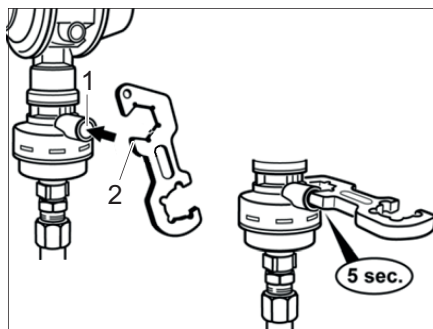

Bild 86 Crashsensor
- Mit der Schraubhilfe (Bild 86,2) oder einem ähnlichen geeigneten Gegenstand den Entsicherungsknopf (Bild 86,1) eindrücken und 5 Sekunden lang halten.